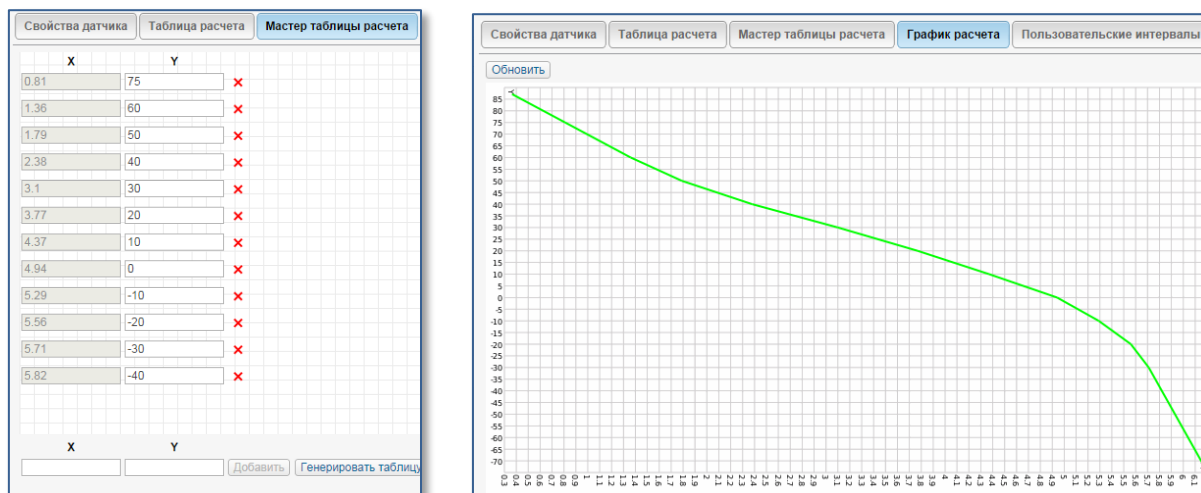

Рисунок 10. Создание тарировочной таблицы в программе сервера мониторинга
3. Для корректной интерпретации приходящих значений в значение температуры составьте тарировочную таблицу (Рис. 10).